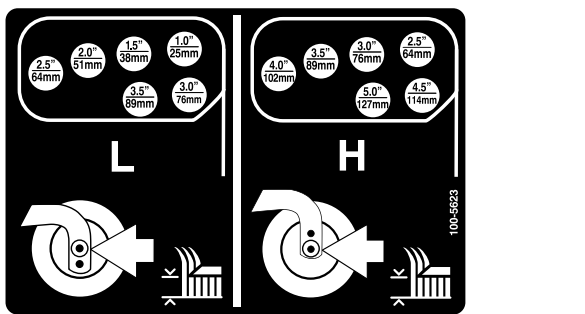

Figura 23
7. Girate il tenditore per alzare o abbassare il braccio di rotazione finché i fori non sono allineati con i fori della staffa dell'altezza di taglio selezionati, nel telaio del piatto di taglio (Figura 22 e Figura 23).